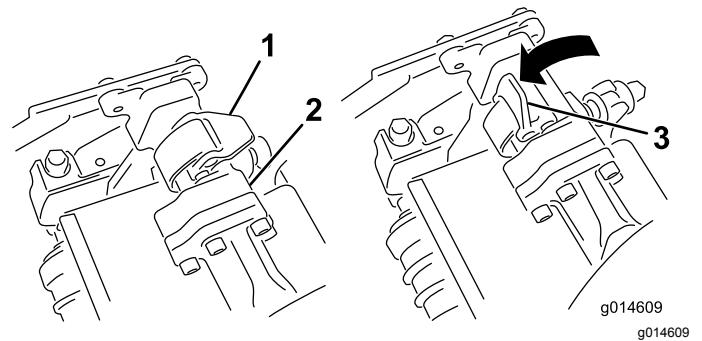
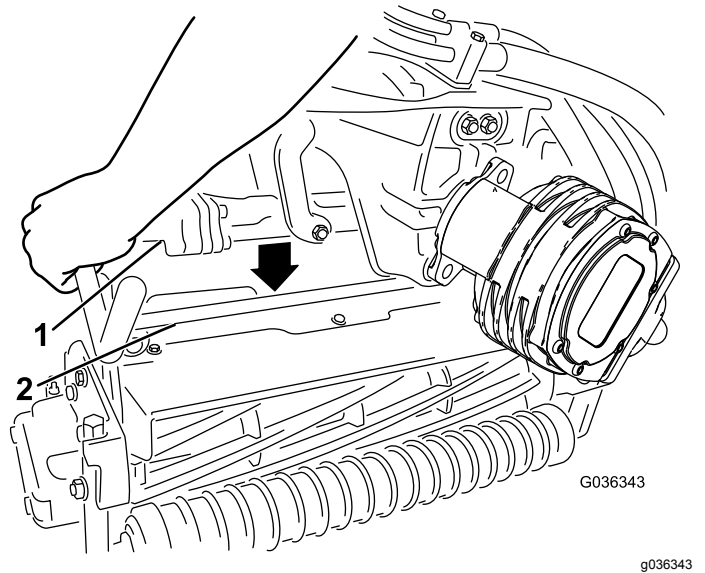

Bild 51
Bild 52
4. Die Riegel an der Aufhängearmstange müssen nach oben zeigen (d. h. offen) (Bild 51); drücken Sie den Aufhängearm dann so nach unten, dass die Stange über die Stange an der Oberseite der Schneideinheit passt (Bild 52).
5. Drücken Sie die Riegel nach unten um die Schneideinheitstange herum und arretieren sie (Bild 51).
5. Öffnen Sie die Riegel an der Aufhängearmstange der Schneideinheit, die Sie entfernen möchten (Bild 51).